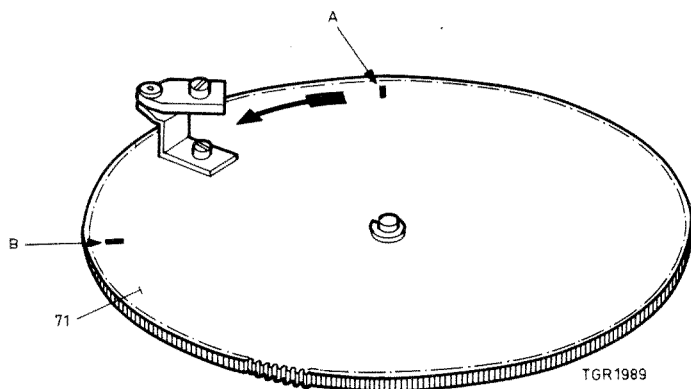

Fig. 18
Instelling van de grote commandoschijf pos.71, zie fig. 18
Veer pos.138 moet zodanig worden ingesteld, dat de sperhaak pos.123 in de standen "weergave" en "rust", de grote commandoschijf respectievelijk op de markeerpunten A en B blokkeert (± 2 tanden), zie fig. 18. Dit is in te stellen door veer pos.138 in lengterichting te verschuiven.
N.B. Commandoschijf pos.71 mag alleen in de door de pijl aangegeven richting verdraaid worden, daar anders veer pos.138 beschadigd wordt.